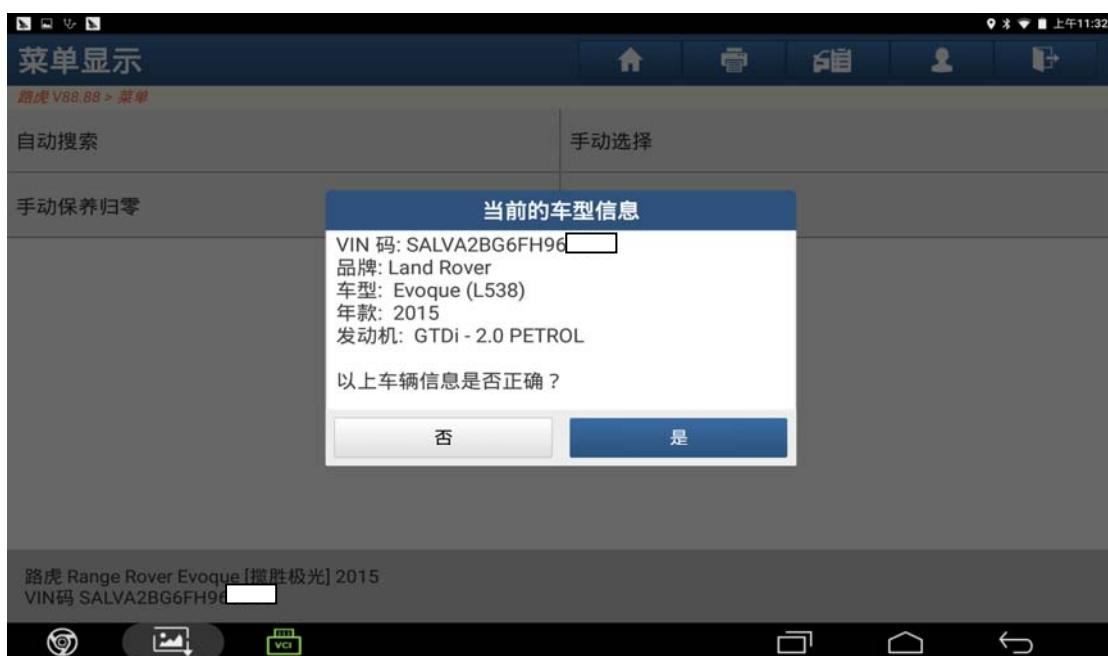

图 1
- 1). 选择 X-431 PAD III 设备，选择路虎诊断软件，连接进入之后选择“自动搜索功能”扫描出车辆信息，然后点击“是”进入测试（如图 1）；